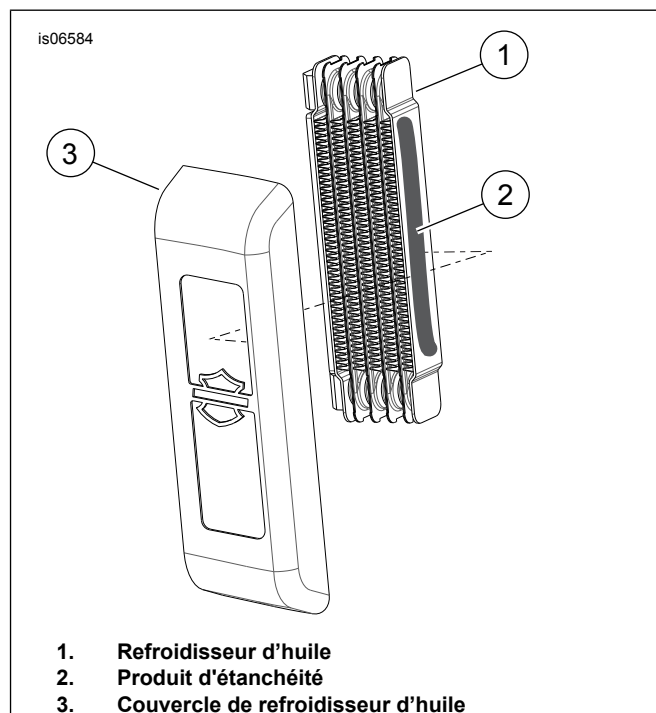

Figure 1. Montage du couvercle sur le refroidisseur d'huile
2. Voir Figure 1. Enduire d'une perle épaisse de High Performance Sealant-Gray (produit d'étanchéité haute performance (gris)) sur la surface plate de gauche du refroidisseur d'huile. Installer le refroidisseur d'huile en le poussant dans le produit d'étanchéité.